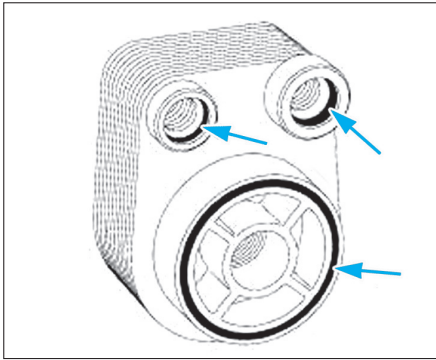

Fig. 95
- Mettre en place l'échangeur eau/huile, après avoir remplacé ses joints (Fig.95) .